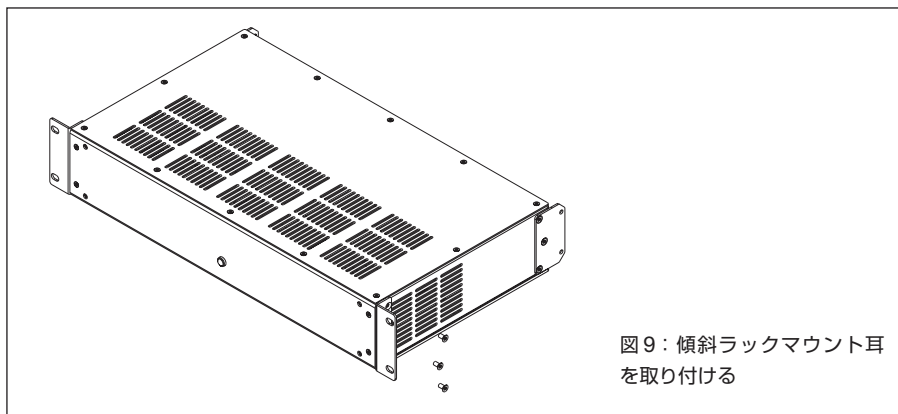

図9：傾斜ラックマウント耳を取り付ける
- ラックマウント用の傾斜ブラケット2つ(付属)を取り付けます。フロントプレート(付属)を取り付けます(図9および10参照)。